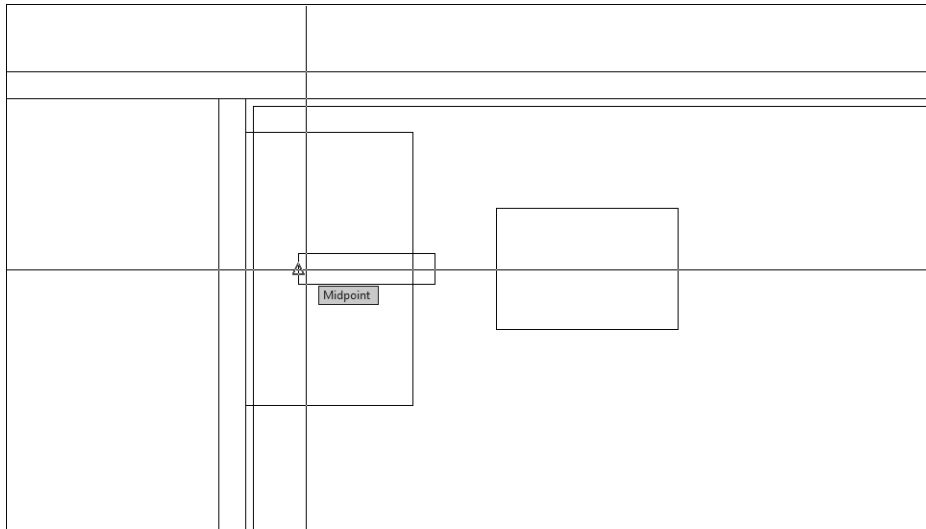

Рис. 5.55. AutoCAD распознал среднюю точку без вмешательства пользователя, поскольку режим привязки *Midpoint* включен постоянно
13. Когда AutoCAD распознает среднюю часть отрезка (рис. 5.55), щелкните для захвата координат этой точки в качестве координат центра будущей окружности.